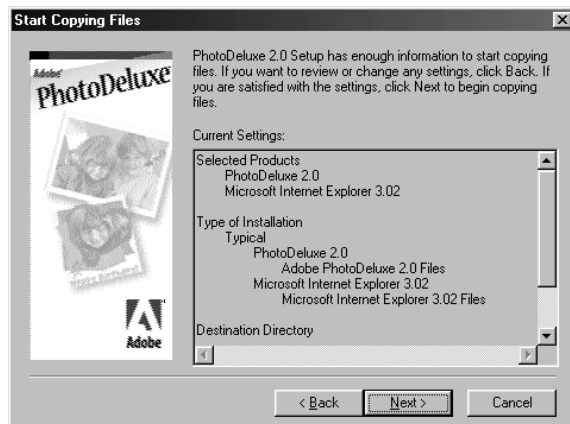

Figura 21: Installazione di Adobe PhotoDeluxe 2.0
10. Nella schermata successiva viene chiesto di confermare se i dati immessi sono corretti. Fare clic su 'Yes'. Apparirà una finestra come quella riportata in figura 21.